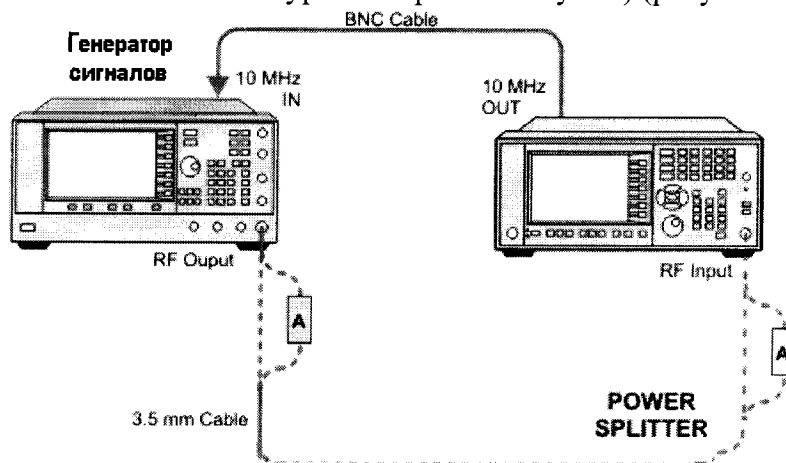

Рисунок 11
7.3.8.1 Измерение уровня фазового шума проводят с помощью генератора E8257D (с опцией UNY и включенным пониженным уровнем фазовых шумов) (рисунок 11).